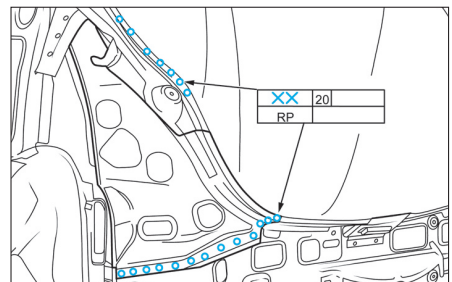
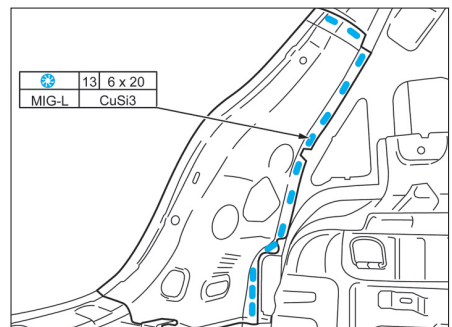

FIG. 128
FIG. 129
- Déposer, par perçage, le renfort de la tôle de feu arrière (Fig.128) et (Fig.129).
- Souder le renfort de tôle de feu arrière (Fig.128) et (Fig.129).